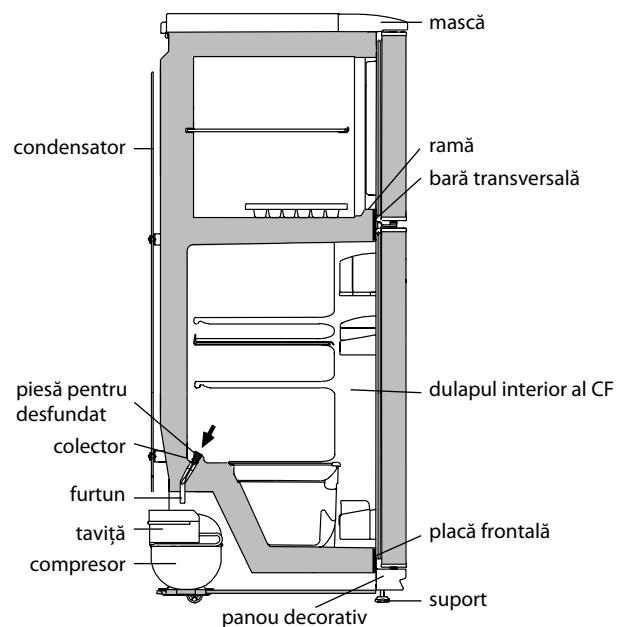

Figura 4 — Schema scurgerii apei provenite din dezghețarea CF
2.2.1 În CF funcționează un sistem automat de dezghețare. Bruma, care apare pe peretele din spate a CF, după deconectarea compresorului care lucrează în ciclu, se topește și se transformă în picături de apă. Picăturile de apă provenită din dezghețare se scurg în colector, apoi prin gaura acestuia și prin furtun - în taviță de pe compresor, în conformitate cu figura 4 și se evaporează.
Prezența apei în colector indică înfundarea sistemului de drenaj. Pentru eliminarea înfundării folosiți piesa corespunzătoare și curătați gaura colectorului, astfel ca apa să se scurgă liber în taviță, apoi spalați piesa și instalați-o în conformitate cu figura 4.
SE INTERZICE să exploatați frigiderul cu sistemul de scurgere înfundat. Apa care a apărut pe fundul CF sau care a ajuns în locul de alăturare a barei transversale și a dulapului interior al CF, în conformitate cu figura 4, poate provoca coroziunea dulapului exterior al frigiderului și elementelor agregatului frigorific, defectarea izolației termice, formarea crăpăturilor dulapului interior și defectiunea frigiderului.
ATENȚIE! Nu permiteți scurgerea apei provenite din dezgheț din CC la decongelarea și curățarea acestuia, deoarece ea, pătrunzând în locul de alăturare a barei transversale și a ramei CC, în conformitate cu figura 4, poate provoca coroziunea dulapului exterior al frigiderului și a elementelor agregatului frigorific, defectarea izolației termice, formarea crăpăturilor ramei și defecțiunea dulapului frigiderului.